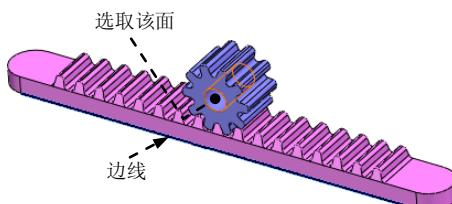

图 11.3.8 选取配合参照
(1) 选择下拉菜单 **插入(I)** → **配合(M)...** 命令，系统弹出“配合”对话框。
(2) 单击“配合”对话框 **机械配合(A)** 区域中的 齿条小齿轮(k) 按钮，选取如图 11.3.8 所示的边线和齿轮孔面为参照。然后选中 齿条行程/转数 单选项，并在其下方的文本框中输入值 20。
(3) 单击两次 按钮，关闭“配合”对话框。
(1) 单击下方的 **运动算例 1** 选项卡，将运动算例界面展开。
(2) 在运动算例工具栏 **动画** 下拉列表中选择 **基本运动** 选项，单击 按钮，在“马达”对话框的 **部件/方向(D)** 区域中激活 后的文本框，然后在图像区选取图 11.3.8 所示的面，在 **运动(M)** 区域的类型下拉列表中选择 **等速** 选项，调整转速值为 15，其他参数采用系统默认设置值。在“马达”对话框中单击 按钮，完成马达的添加。